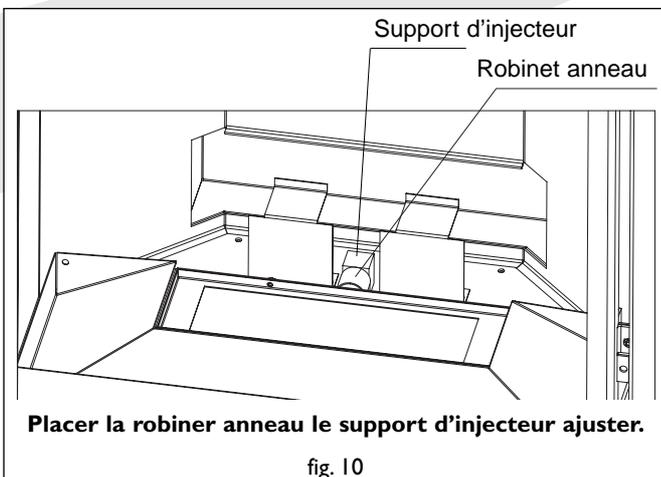

fig. 10
2. Placer la robinet anneau (G25/G20), fig. 10
Placer la robinet anneau, fig. 10